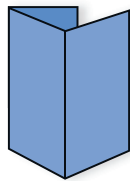

Abb. 1: Wickelfalz
- Gefaltzte Directs müssen gemäss Abb. 1 bis 4 verarbeitet sein.